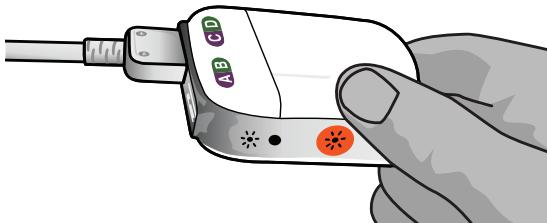

Figure 5 : Connexion du câble de salle d'opération 2x8 au stimulateur d'essai externe 2
3. Connectez la rallonge du câble de salle d'opération à la prise du stimulateur d'essai externe 2 portant l'étiquette « CD » (Figure 5).